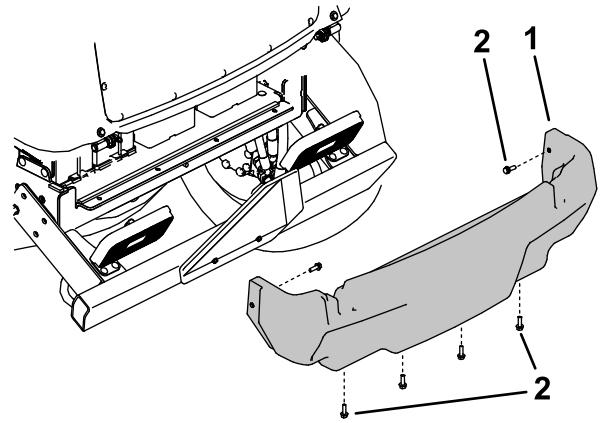

**Bild 111**
4. Lösen Sie die Handräder und entfernen beide Seitenabdeckungen (**Bild 111**).
5. Montieren Sie die seitlichen Abdeckungen (Bild 111).